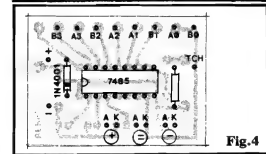

Fig. 4
- FIG. 4 - “CHAPEADO” DA MONTAGEM - VISTA DOS COMPONENTES SOBRE A PLACA - Conforme já foi dito, diretamente em cima das plaquinhas são poucas as peças... Os únicos cuidados que o Leitor/Hobbysta deve ter são quanto ao correto posicionamento do Integrado (extremidade marcada voltada para a localização do diodo) e do diodo (extremidade marcada “virada” para a borda da placa que contém as conexões aos LEDs...). O “grosso” das ligações são feitas externamente à placa, através dos vários contatos periféricos devidamente codificados e cujos detalhamentos serão vistos adiante...
pelo lado não cobreado (como na fig. 4). Observar (e comparar com a fig. anterior...) os códigos atribuídos a cada ponto periférico de ligação...).